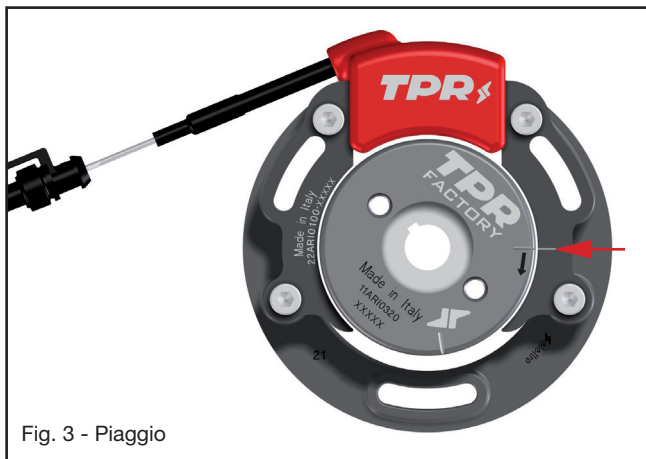

Fig. 3 - Piaggio
- En maintenant le vilebrequin dans cette position, faire coïncider la ligne de référence gravée sur le rotor avec celle située sur le stator (Fig. 3) par l'intermédiaire de sa rotation, puis bloquer les trois vis M5 de fixation du stator (Couple de serrage $6 \div 8$ Nm égal à $0,6 \div 0,8$ kg*m environ).